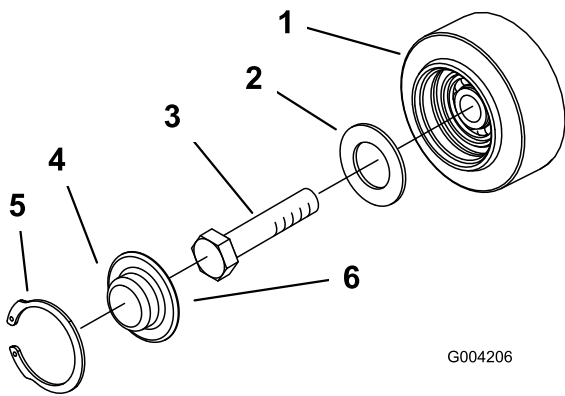

Рисунок 49
- Снимите с опорного катка стопорное кольцо и колпачок (Рисунок 49).
4. Проверьте наличие смазки под колпачком и вокруг прокладки (Рисунок 49). Если она грязная, содержит песок, или истощилась, удалите всю смазку, замените прокладку и заложите свежую смазку.